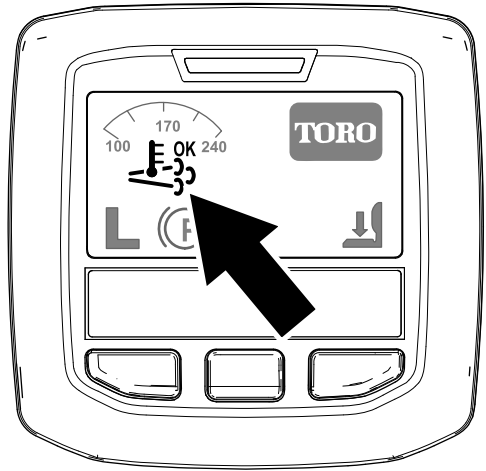

Figura 45
- Aparece el icono de regeneración de asistencia/restablecimiento en el InfoCenter (Figura 45).